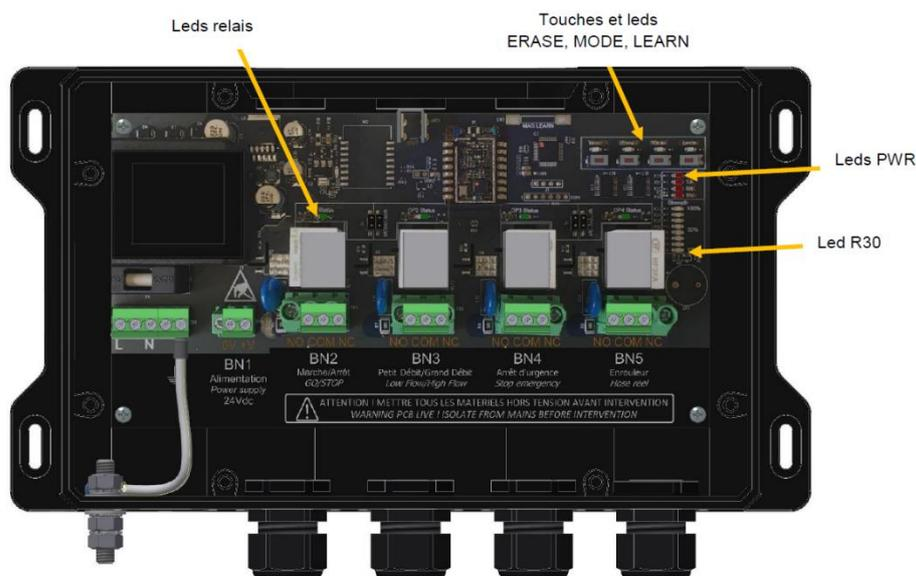

Fig.2 – Boîtier récepteur sans couvercle
- ⇒ Appuyer longuement (3s) sur la touche LEARN (Fig.2) La led LEARN ainsi que les leds rouge au droit des relais clignotent